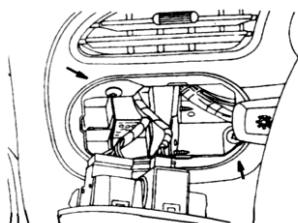

Рис. 2
- 4) Снимите панель регулировки фар (вытолкнув ее рукой из под торпеды), отсоедините разъёмы. Открутите два шурупа, смотрите рис. 2.